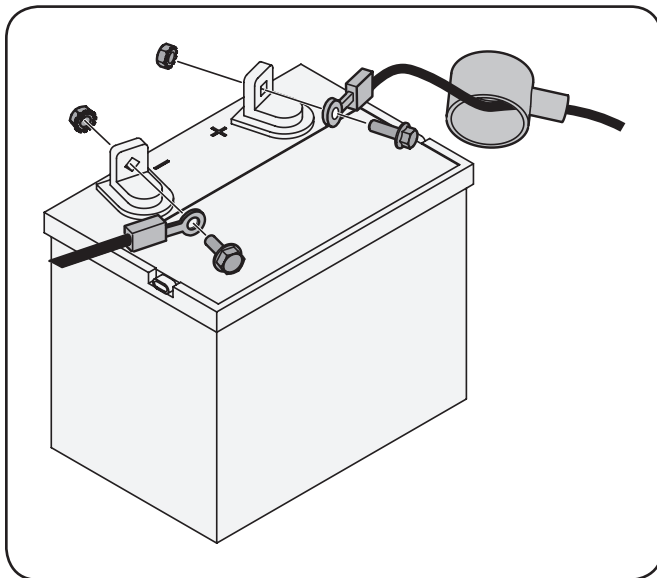

Figure 3-2
1. Retire la cubierta de plástico, si está presente, desde la terminal de la batería positivo y adjuntar el cable rojo a la terminal de la batería positivo (+) con el tornillo y la tuerca hexagonal. Ver Figure 3-2.
2. Retire la cubierta de plástico, si está presente, a partir de la negativa terminal de la batería y conectar el cable negro a la terminal de la batería negativo (-) con el tornillo y la tuerca hexagonal. Ver Figure 3-2.